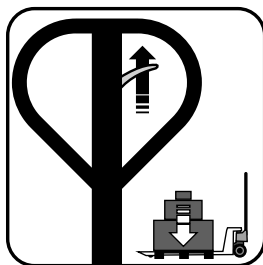

Fig. 8 – Baixando a carga
- Posicione a alavanca para cima para abaixar a carga, (fig. 8).